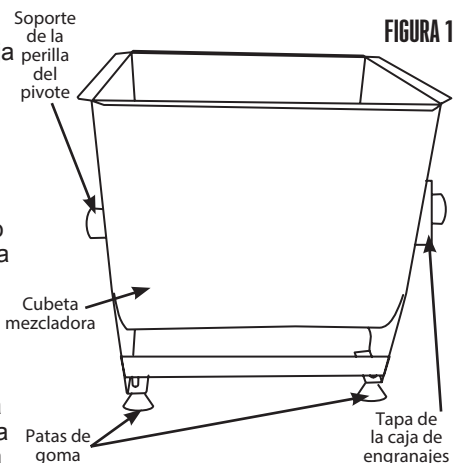

FIGURA 1
1. Coloque la cubeta mezcladora sobre una superficie nivelada y estable con la perilla del pivote hacia su izquierda y la tapa de la caja de engranajes hacia su derecha (**FIGURA 1**).